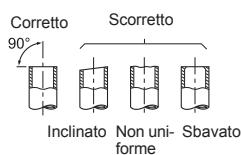

Fig. 2
- Se il tubo di scarico fornito con l'unità interna dovesse risultare troppo corto, collegarlo al tubo di scarico (I) aggiuntivo fornito dal distributore. (Fig. 2)
- Estrai il tubo di scarico sul lato posteriore sinistro dell'unità interna. (Fig. 2)